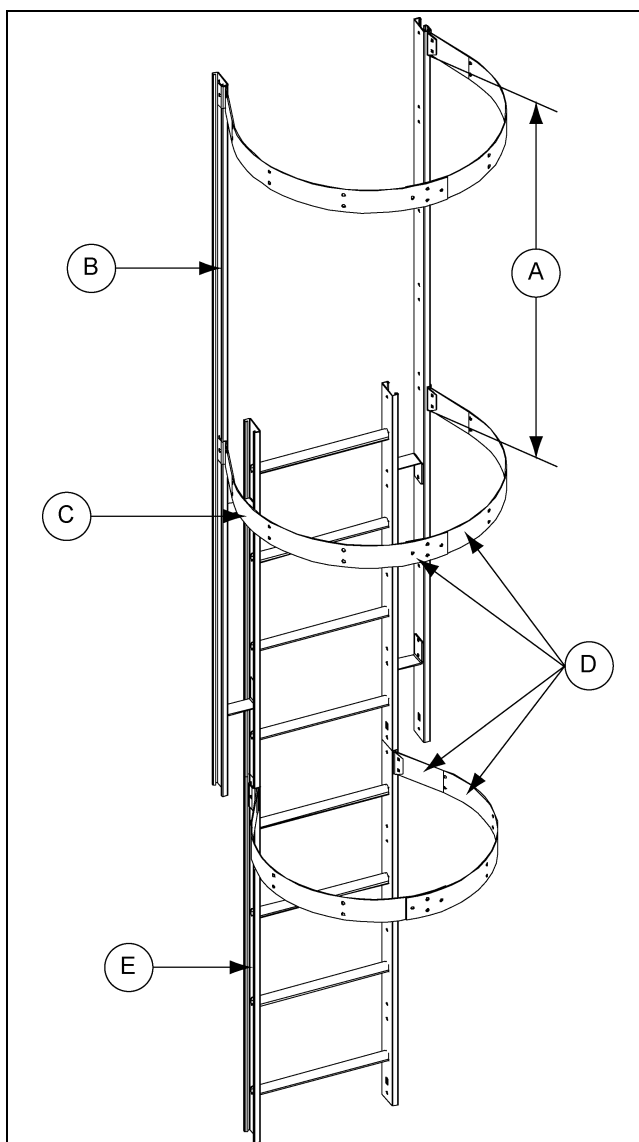

Рисунок 10С
Для установки обруча защитного ограждения необходимо выполнить ряд процедур по предварительной сборке. Подсоедините четыре (4) кронштейна защитного ограждения к удлинителям и два (2) кронштейна защитного ограждения ко второй секции лестницы 4', как показано на Рисунок 10С. Описание правильной установки кронштейна обруча ограждения см. в на стр. 50. Затем скрепите половинки обруча защитного ограждения с помощью болтов 5/16" x 1" (головки болтов должны быть направлены к внутренней стороне защитного ограждения). Теперь эти узлы можно закрепить на кронштейнах защитного ограждения. Затягивайте болты по мере выполнения работ.